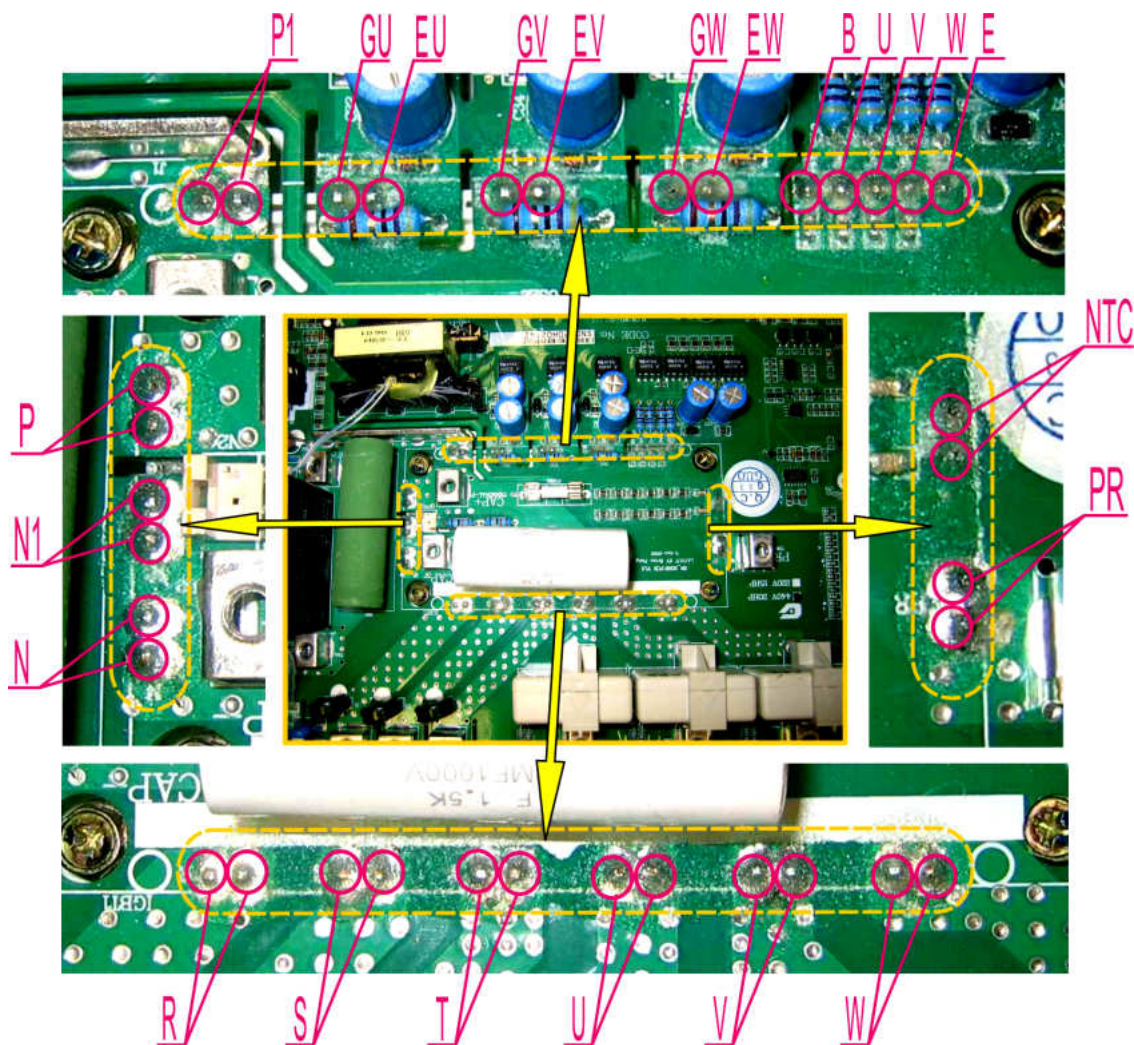

Рис. 7.12
7.5.11. Паять 35 контактов матрицы IGBT: GU, EU, GV, EV, GW, EW, В, U, W, V, E, NTC, PR, W, V, U, T, S, R, N, N1, P, P1 (рис. 7.12).